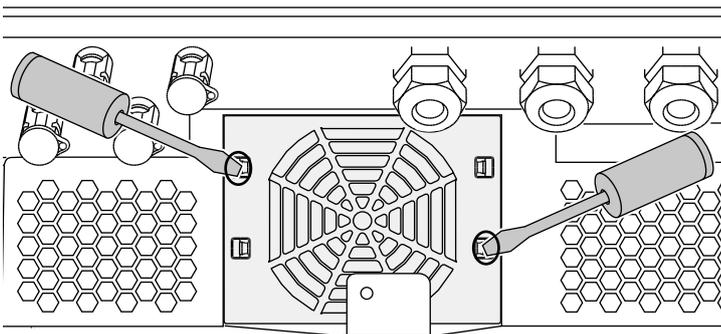

Fig. 61 : déclipsage des pattes de fixation
3. À l'aide d'un deuxième tournevis, appuyez sur les pattes de fixation au centre du ventilateur. Retirez doucement le ventilateur. ↗ Fig. 61